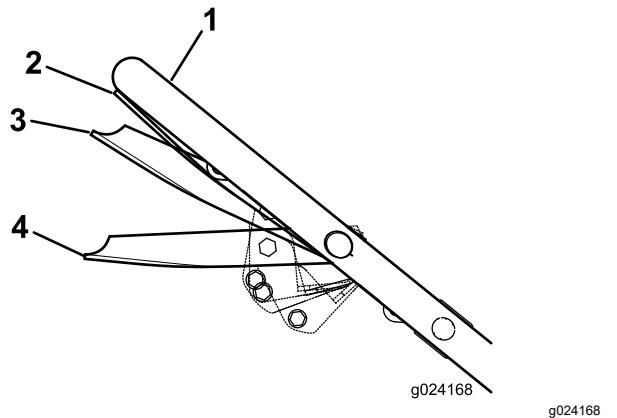

Figure 15
3. Serrez la barre de commande contre le guidon en position Marche/Déplacement (Figure 15).
**Important:** Ne changez pas de vitesse lorsque vous serrez la barre de commande contre le guidon en position Marche/Déplacement au risque d'endommager la transmission. Placez la barre de commande en position Marche/Changement (Figure 15) pour changer de vitesse de déplacement.